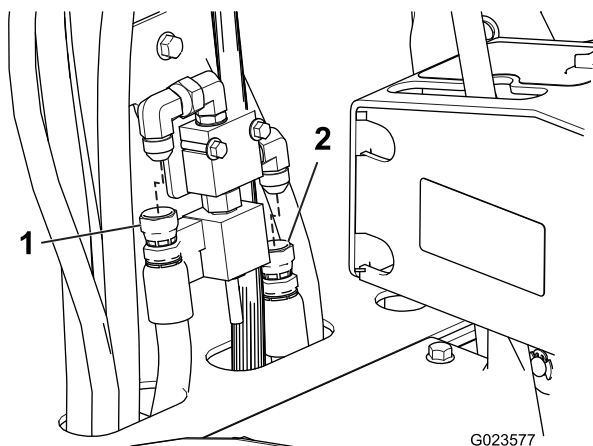

Figura 6
3. Pase las mangueras hidráulicas hacia abajo, a través de los orificios situados en el suelo debajo de la válvula (Figura 6), una en cada lado del colector hidráulico principal situado debajo del suelo.
4. Conecte los extremos de las mangueras a los extremos abiertos de los acoplamientos de 90 grados de la válvula (Figura 6).